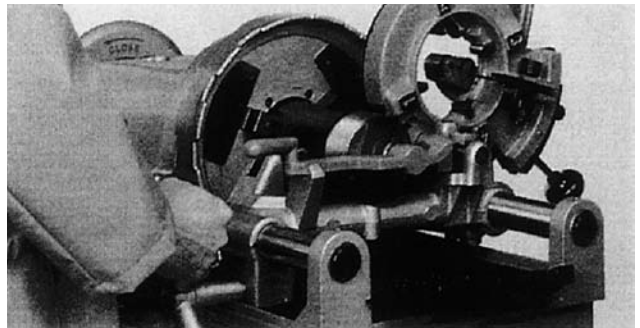

Fig. 4
- **Зенковка (С):** Развертывание отверстия трубы осуществляется прикладыванием усилия к маховичку (рис. 4).